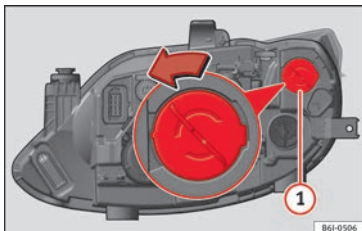
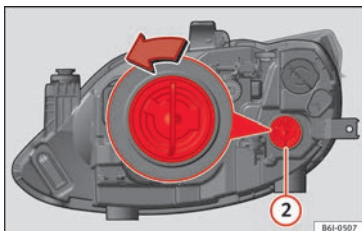

Fig. 83 Feu DRL (feu de circulation de jour) du phare simple.
Fig. 84 Clignotant du phare simple.
- Tournez le porte-ampoule » **fig. 83** ① ou » **fig. 84** ② vers la gauche puis tirez.